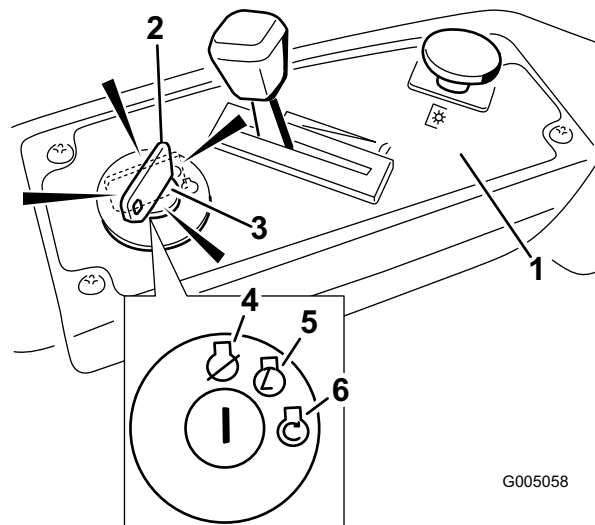

Figure 10
3. Placez la manette d'accélérateur en position Starter pour démarrer à froid (Figure 10).
4. Tournez la clé de contact en position de Démarrage pour activer le démarreur. Relâchez la clé quand le moteur démarre (Figure 10).
5. Lorsque le moteur a démarré, amenez progressivement la manette d'accélérateur en position de Haut régime (Figure 10). Si le moteur cale ou hésite, ramenez la manette d'accélérateur en position de Starter pendant quelques secondes. Réglez ensuite la manette d'accélérateur à la position voulue. Répétez l'opération si nécessaire.
- Placez la manette d'accélérateur entre la position haut régime et la position à mi course (Figure 10).